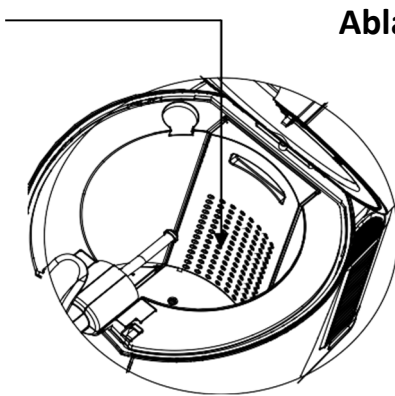

Abbildung 5
5. Die Bier-Zapfanlage kann ohne Wasser arbeiten. Um aber die beste Leistung zu erzielen, geben Sie 800 ml Wasser in den Kühlraum (Abbildung 5).